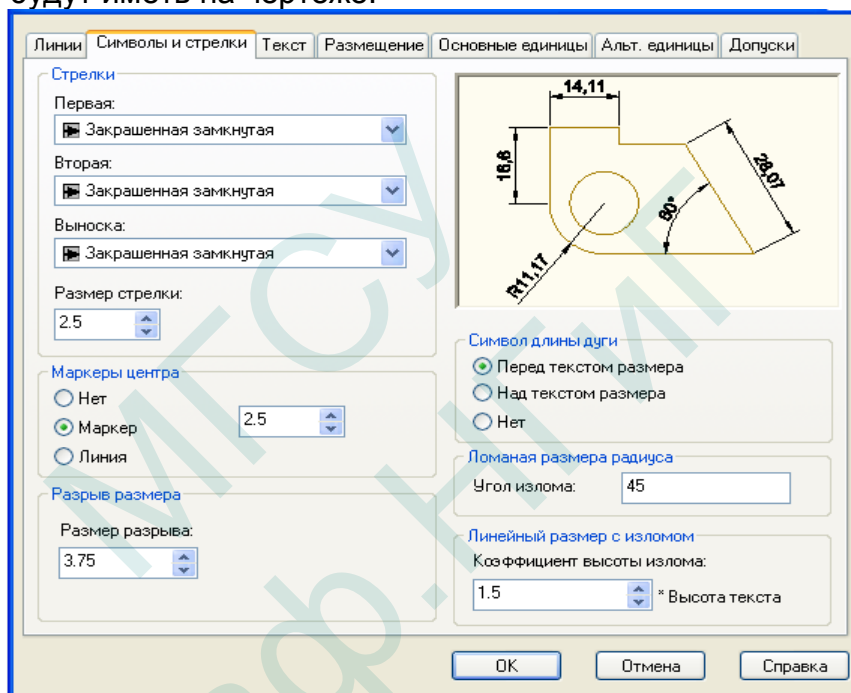

Рис.5.7 Вид окна <Диспетчер размерных стилей>. Вкладка <Символы и стрелки>.
- вкладка **Символы и стрелки** – предназначена для настроек внешнего вида и размеров стрелок (рис.5.7);